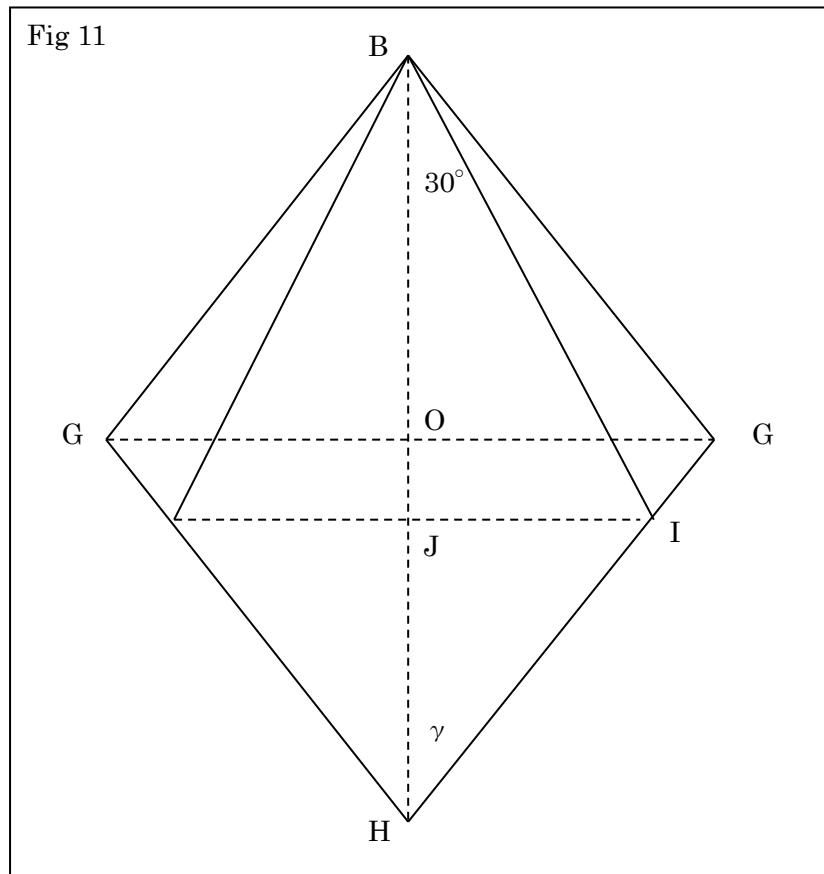

図 10b の B1H が図 11 では BH である。点 B に、図 10b の B1 と B4 が重なる。
この角  $\beta$  が点 B における部材①の垂直接合角になるが、今回は部材①の B 側の墨出しへ特別なものとなる。図 10b で、
図 10b で点 I から左に伸びる線 IN が B1B4 と平行になるように思うかもしれないが、そうはならない。なぜなら B4B8 を通る断面は図 11 の点 I の真上を通らないからである。点 N の墨出しへは、断面 A4A8 を作ってから、直線 B4B8 から 30 度開いた点とすればよい。計算でも求められるが、このほうが簡単である。三角定規の出番である。